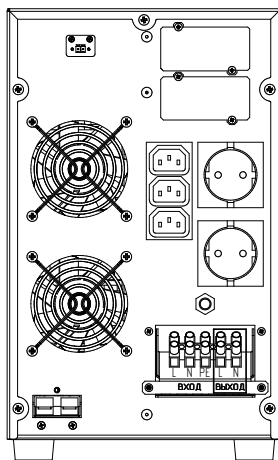

Рисунок 12. ИБП Штиль ST1103TL. Выводы «Выход L-N»
- у ИБП Штиль ST1103TL к розеткам типа F, типа C13 – **рисунок 3в** (поз. 4, поз. 5) и выводам «Выход L-N» – **рисунок 12**.